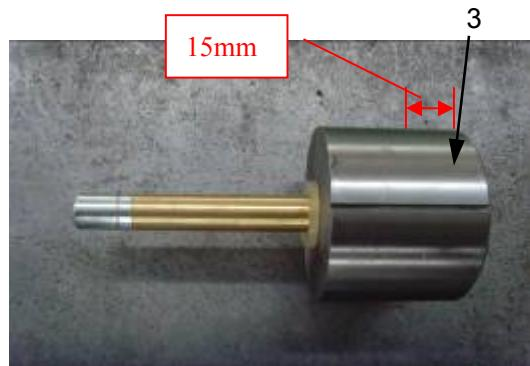

图 7 柱塞头部磨损位置示意图
**步骤 3: a** 检查柱塞头部（图 7）磨损划痕情况，距端面 15mm 的圆周表面内磨损达 70% 以上，须更换柱塞；